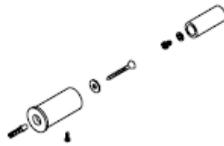

Fig 1
• **AVERTISSEMENT:** si cet appareil est installé dans une salle de bain, il doit être installé uniquement dans les volumes 2 ou 3 de la salle de bain, conformément aux exigences de la norme française d'Installation Électrique à Basse Tension NF C 15-100, Partie 7-701. (L'installation en volume 0 ou 1 d'une salle de bain est strictement interdite). La figure 1 ci-après est donnée à titre informatif uniquement: nous vous suggérons de contacter un électricien professionnel pour toute aide.
- 4 supports de suspension du radiateur sèche-serviettes (Fig. 1).